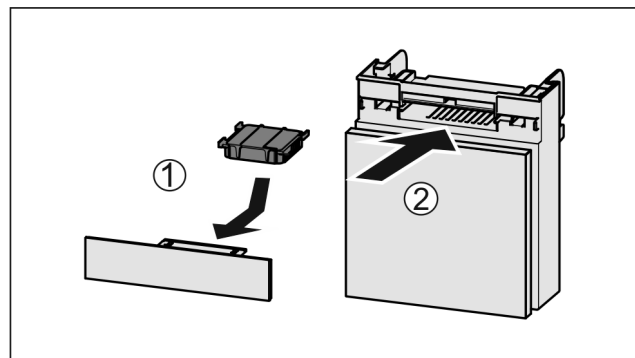

Fig. 145
- Установите фильтр с активированным углем, как показано на рисунке Fig. 145 (1).
- Вставьте отделение Fig. 145 (2).